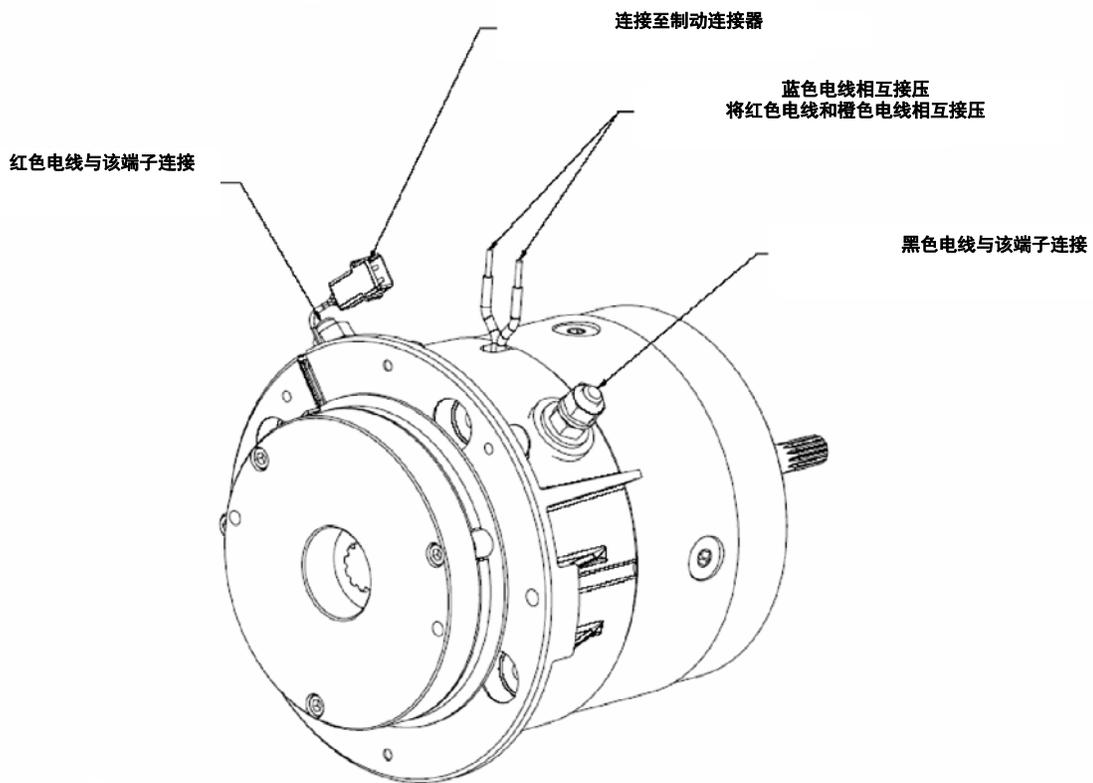

图 3-26. 线束连接
1. 检查和维修后，安装最初的状况，重新装配整流器端盖（9）中的布线。确保布线不会触碰金属零件，并且运行电刷在夹具内不受限制地运动。电机端子必须如图 3-26 所示进行重新装配。接线柱螺母底部扭矩为 12.4 - 15.8 牛米（110 - 140 磅 - 英寸）。